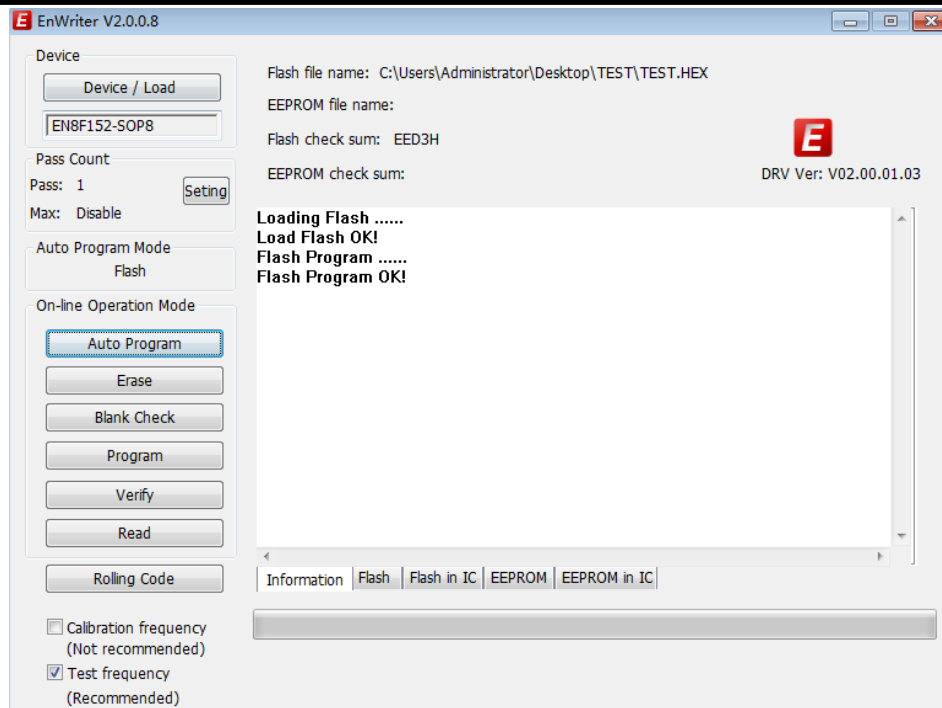

图 11.执行自动烧录功能
- ◆ 待烧录芯片正确放入夹具后点击“Auto Program”按钮，烧录器便会依次执行“擦除”、“程序烧录”、“烧录校验”动作，信息提示如下图 11：